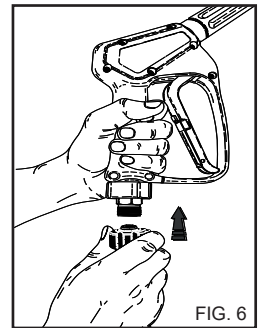

FIG. 6
Relier le tuyau haute pression à l'appareil (fig. 5C) et à la lance (fig. 6).
- 5) Evacuer la pression du tuyau H.P. en appuyant sur le levier du pistolet (fig. 6).